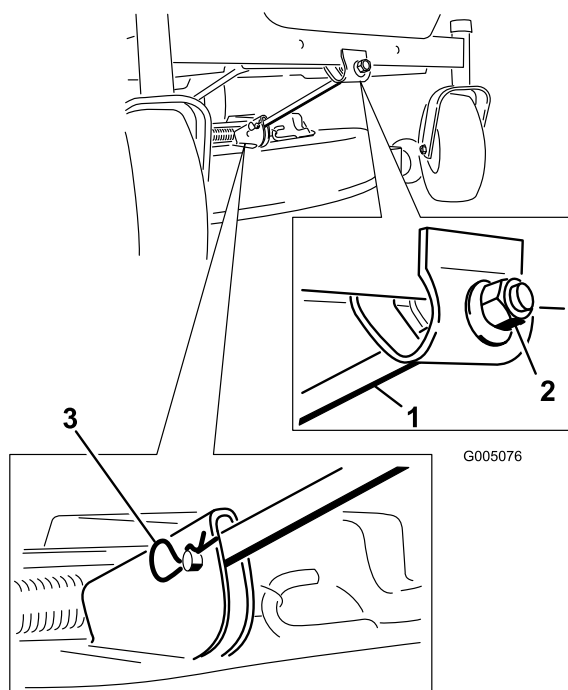

Figura 56
4. Retire el pasador y la chaveta de la varilla de soporte delantera (Figura 56). Baje cuidadosamente la parte delantera de la plataforma del cortacésped al suelo.
6. Conecte la varilla de soporte delantera a la plataforma del cortacésped con el pasador y la chaveta (Figura 56).